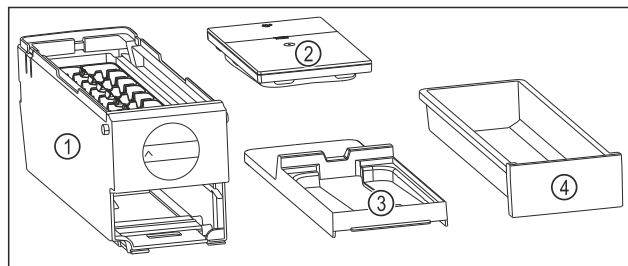

Fig. 146 Составные части EasyTwist-Ice
- ▶ EasyTwist-Ice разобран на четыре части. (см. Fig. 146)
- ▶ Разбирайте EasyTwist-Ice только на составные части, представленные на рисунке. (см. Fig. 146)
- ▶ Очищайте корпус EasyTwist-Ice Fig. 146 (1) как цельное устройство.